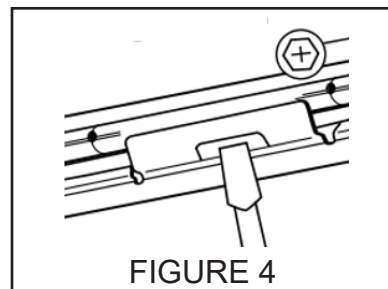

FIGURE 4
Étape 2. Glisser le luminaire le long des barres de suspension jusqu'à l'endroit désiré. Utiliser des vis de blocage ou la fente pour fixer (Fig. 4).